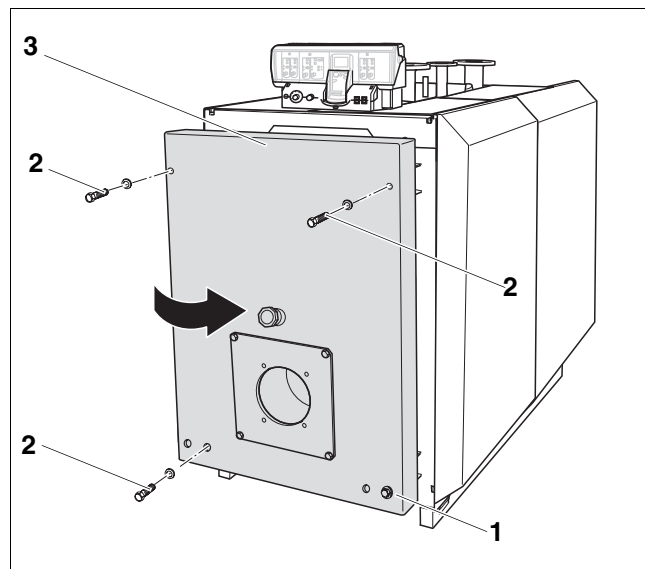

Рис. 38 Открывание дверцы горелки (здесь: дверца с правой навеской)
- Удалить три болта M12 (рис. 38, поз. 2) на дверце горелки (рис. 38, поз. 3).
- Если ось шарнира не свободна, то нужно слегка ослабить болт M16 (рис. 38, поз. 1), но не выкручивать его полностью.
- Закрывать дверцу горелки и прикрутить ее болтами M12 и M16 (рис. 38, стр. 43) крест-накрест.